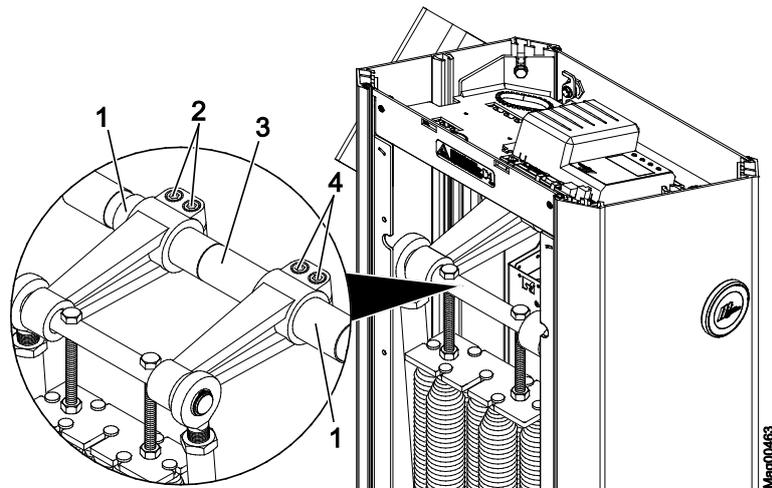

Abb. 35: Innensechskantschrauben lösen – Access XXL
- Access XXL: Siehe Seite 72, Abb. 35.
→ Access XXL: Siehe Seite 72, Abb. 35.